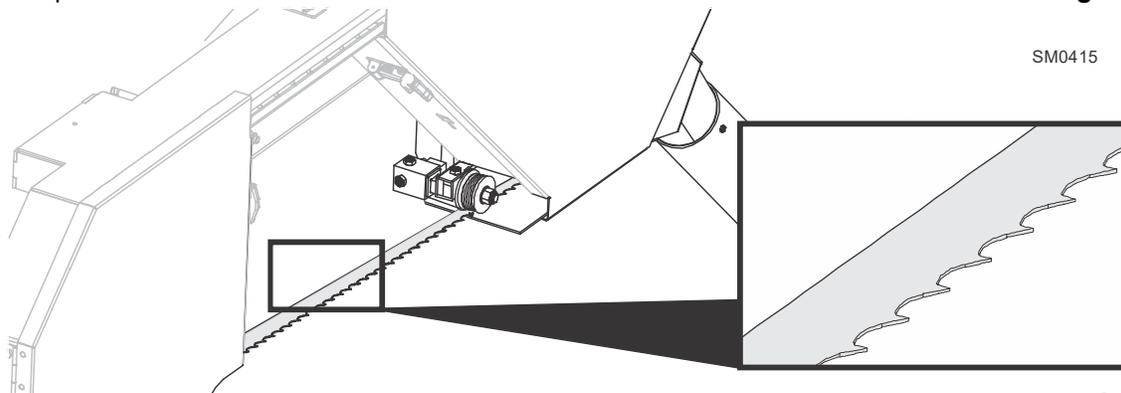

FIG. 3-6
4. Assurez-vous que les dents sont orientées dans la bonne direction vers le collecteur de sciure. **Voir Fig. 3-6.**